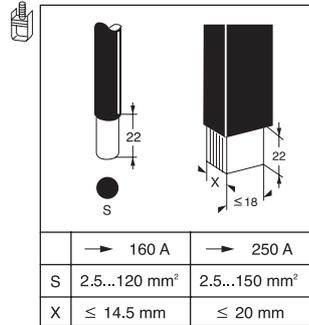

图 1
- 标准配置的接线端适用的接线尺寸如图 1;
- 标准配置的接线端适用的接线尺寸见第 40 页图 1